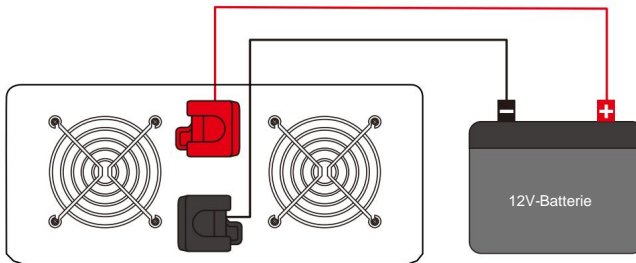

Abbildung 3
Anschlussdiagramm für die Batterie (siehe Abbildung 3).
- Bitte beachten Sie den Schaltplan in Abbildung 3.